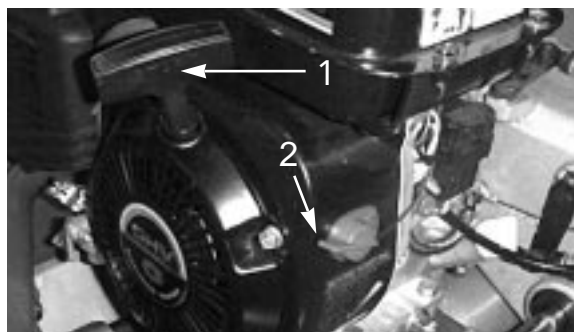

図 25
スタータ (図 25)
ON / OFF スイッチ (図 25)
3. ON/OFF スイッチ (図 25) をONとする。